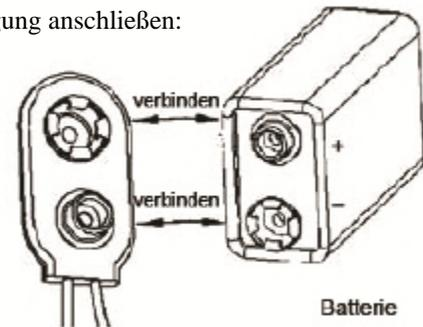

Bild 1
2. Nehmen Sie die Batterie heraus. Setzen Sie die neue Batterie korrekt ein (siehe Bild 1).